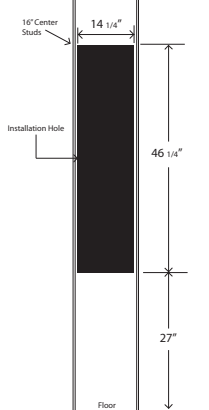

Figura 1
- b) La altura estándar de planchado es de 91,44 cm sobre el suelo. Utilice las dimensiones de la figura 1 para obtener esa altura de planchado estándar perfecta. Ajuste la altura, mayor o menor, según su preferencia.
- c) Con un lápiz, marque la ubicación del orificio de montaje en la pared. (Consulte la Figura 1 para obtener las dimensiones).